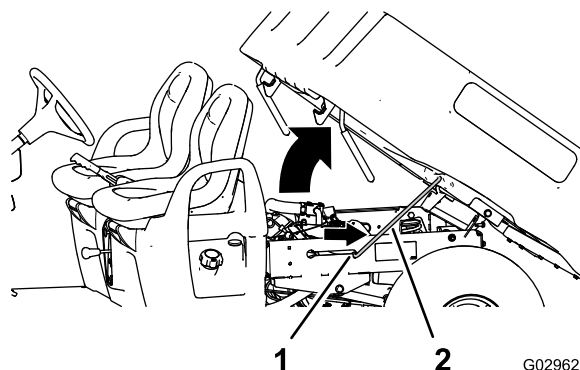

Figure 14
2. Engagez la béquille dans le cran de verrouillage pour bloquer le plateau en position (Figure 14).
2. Sortez la béquille du cran de verrouillage (Figure 14).
3. Baissez le plateau jusqu'à ce qu'il se verrouille fermement en place (Figure 14).